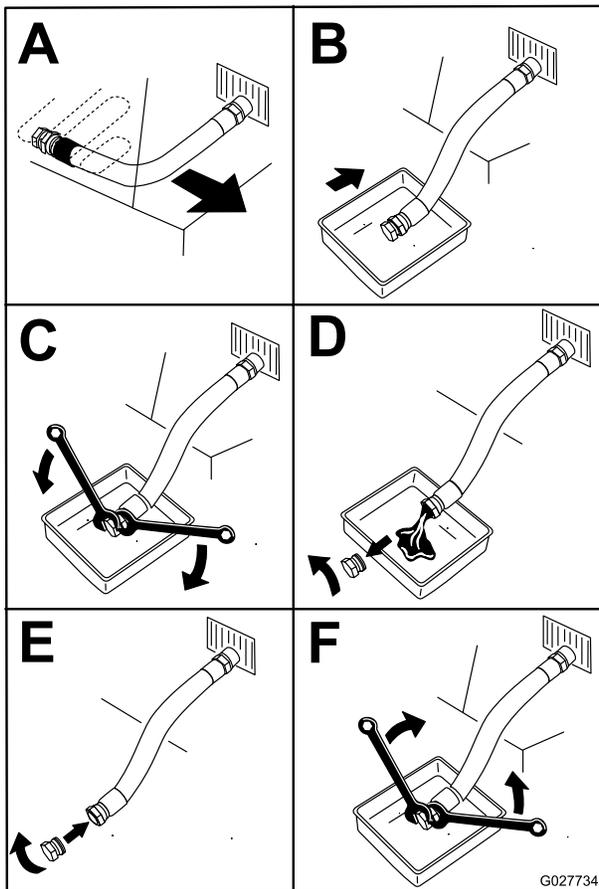

Figura 54
4. Pare el motor, retire la llave y espere a que se detengan todas las piezas en movimiento antes de abandonar el puesto del operador (Figura 54).